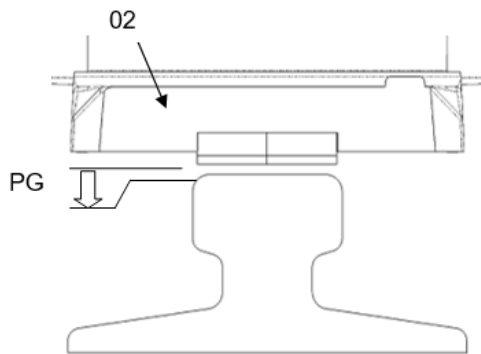
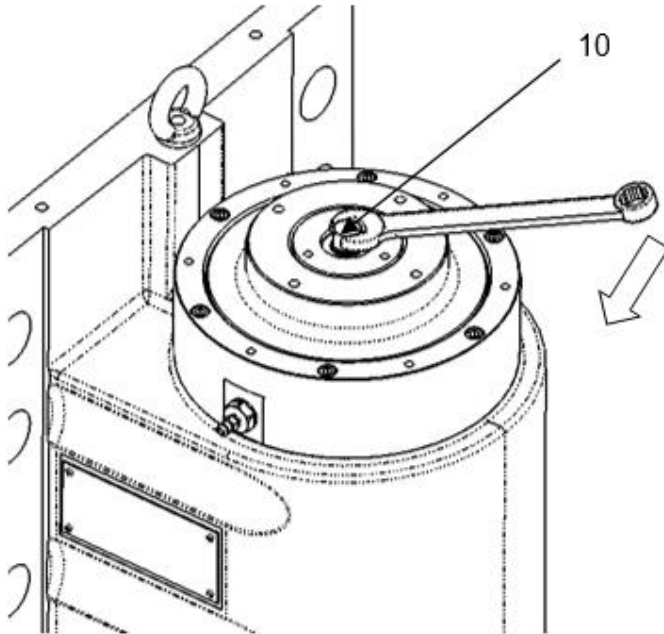
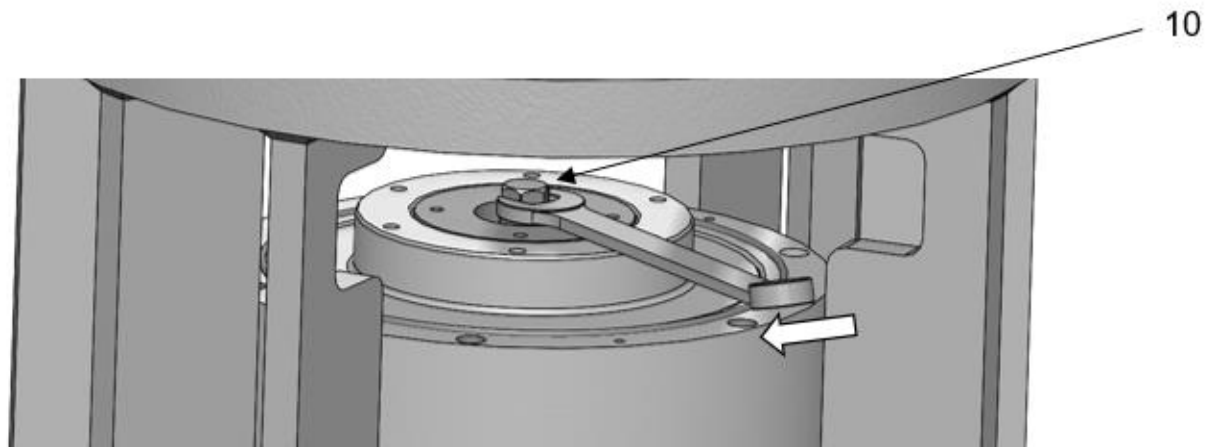

Bild 2.4
Bild 2.8
Bild 2.11
3. Drehen Sie die Einstellschraube **10** siehe Bild 2.8 mit einem 15 Gabelschlüssel im Uhrzeigersinn, bis der Reibklotz leicht an der Schiene anliegt, und drehen Sie den Gabelschlüssel weiter um zweieinhalb Umdrehungen, um das nominelle Belagspiel "PG" siehe Bild 2.4 zu erhalten.
3. Drehen Sie die Einstellschraube **10** siehe Bild 2.11 mit einem 22 Gabelschlüssel im Uhrzeigersinn, bis der Reibklotz leicht an der Schiene anliegt, und drehen Sie den Gabelschlüssel weiter um dreieinhalb Umdrehungen, um das nominelle Belagspiel "PG" siehe Bild 2.4 zu erhalten.